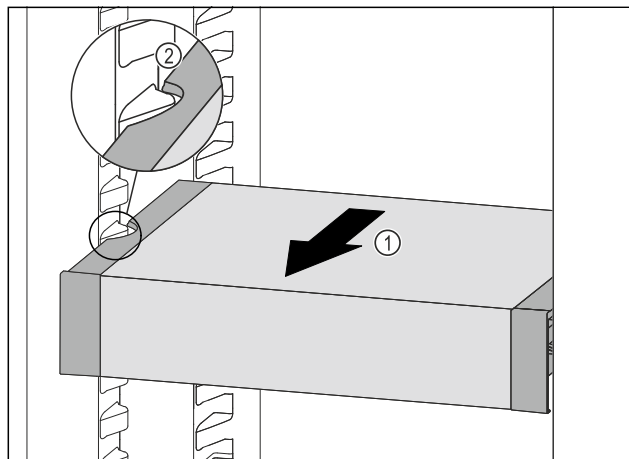

Fig. 151
- Húzza előrefelé a VarioSafe fiókot annyira Fig. 151 (1), hogy a VarioSafe oldalsó kivágásai a hűtőrészben a tartó-borda magasságában legyenek. Fig. 151 (2)